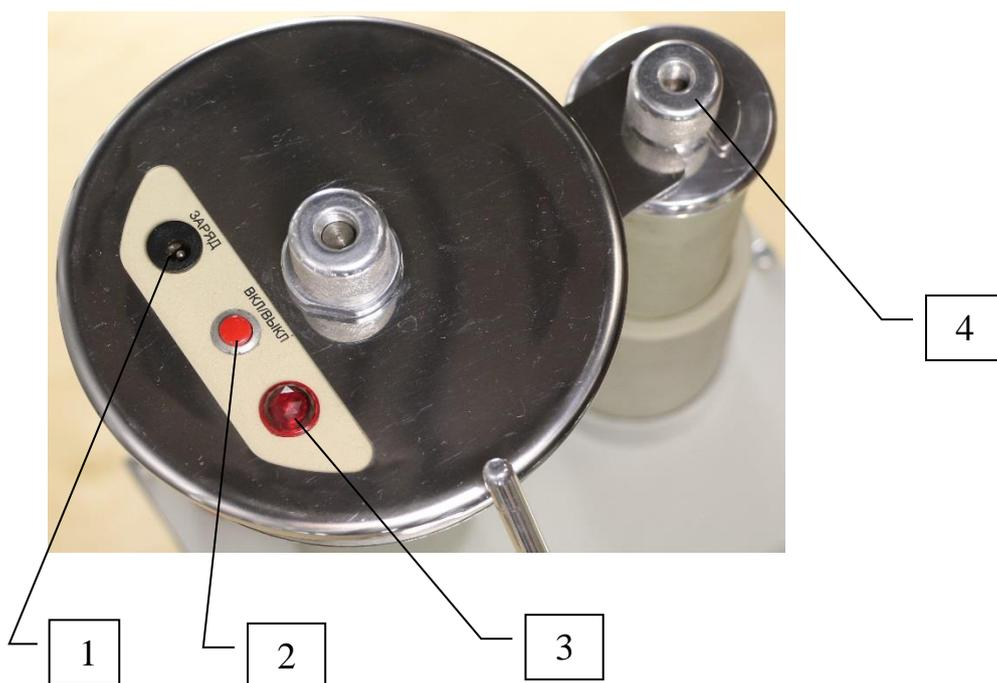

Рис.5. Измеритель тока высокопотенциальный ИТВ.
6.7. Проверить уровень заряда аккумуляторов ИТВ. Для этого достаточно включить ИТВ, нажав на кнопку «ВКЛ./ВЫКЛ.» (поз.2, рис. 5). Если при этом
лампочка поз.3, рис.5 будет гореть непрерывно, то напряжение на аккумуляторах более 4,9В и этого достаточно для непрерывной работы в течение 4÷8 часов. Если лампочка мигает редко (примерно 1 раз в секунду), то напряжение на аккумуляторах в пределах 4,9В÷4,64В. Этого напряжения должно хватить на 2÷4 часа непрерывной работы. Если лампочка мигает часто (примерно 2 раза в секунду), то напряжение на аккумуляторах менее 4,64В. В этом случае прибор будет работать менее 2 часов и аккумуляторы необходимо зарядить.
6.8. Заряд аккумуляторов. Для заряда аккумуляторов необходимо снять ИТВ с блока БВН. Для этого необходимо ослабить клемму поз. 4, рис. 5. Повернуть измеритель ИТВ против часовой стрелки до упора и поднять. Подключить штекер зарядного устройства к гнезду «ЗАРЯД»(п.1 рис.5) на корпусе ИТВ и включить зарядное устройство в сеть 220В. Если лампочка поз.2, рис.5 мигает, то идет процесс заряда. Если указанная лампочка горит непрерывно, то процесс заряда завершен, а ток заряда ограничен на уровне поддерживающего тока. Этот ток не может «перезарядить» аккумуляторы и безопасен для них.
После заряда аккумуляторов установить ИТВ на БВН. После этого повернуть его по часовой стрелке до упора в виде резьбовой шпильки на корпусе дросселя и зафиксировать это положение затянув клемму поз. 4 рис. 5.
7.2.2 Нажать на кнопку ИТВ «ВКЛ./ВЫКЛ.» (поз.2, рис. 5). Загорится лампочка поз.3, рис. 5.
7.3.3 Нажать на кнопку ИТВ «ВКЛ./ВЫКЛ.» (поз.2, рис. 5). Загорится лампочка поз.3, рис. 5.